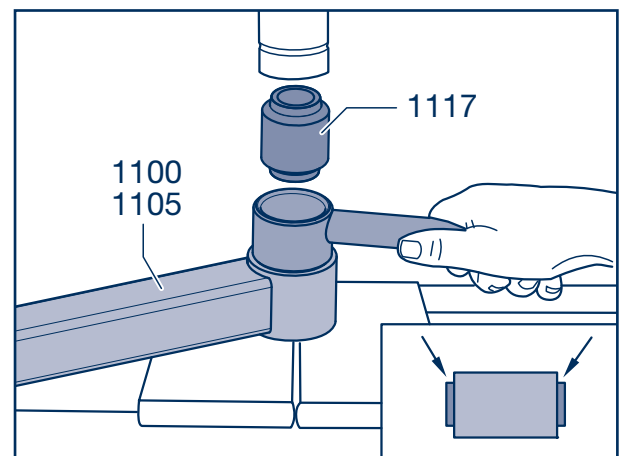
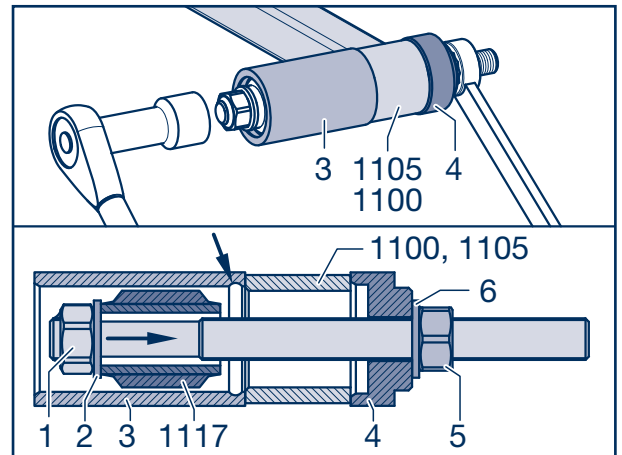

Fig. 11
Fig. 13
- [25] Buchse (1117) mit passender Druckhülse so weit eindrücken, das nach dem Eindrücken auf beiden Seiten ein gleicher Überstand vorhanden ist (Fig. 11/Pfeile).
- [25] Press in bush (1117) with appropriate pressure sleeve until the projecting end is the same on both sides (Fig. 11/arrows).
- [25] Enfoncer la douille (1117) avec un manchon de pression approprié suffisamment loin pour obtenir des saillies égales sur les deux côtés après l'enfoncement (fig. 11/flèche).
- [26] When exchanging the bushes (1117) with a drawing tool (BPW No. 14.825.11744), insert the screw (1) with washer (2) into the rubber-steel-bush.
- [27] Position tube (3) and thrust piece (4). Fit nut (5) with spring washer (6).
- [26] En cas de remplacement de la douille (1117) avec un dispositif d'extraction et d'enfoncement, (no BPW 14.825.11744), insérer la vis (1) avec la rondelle (2) dans le Silent bloc.
- [27] Mettre le tube (3) et la butée (4). Visser l'écrou (5) avec rondelle de ressort (6).
- [29] Neue Gummi-Stahl-Buchse (1117) außen mit Seifenwasser einstreichen und in das Rohr (3) einschieben.
- [30] Rohr so ansetzen, dass die innere Ringnut (Pfeil) an der angefasten Seite des Federauges (Fig. 13/3) anliegt.
- [31] Schraube (1) mit Scheibe (2) einschieben.
- [32] Druckstück (4) ansetzen, Mutter (5) mit Federscheibe (6) aufschrauben und Gummi-Stahl-Buchse (1117) in die Verbindungsstange (1100, 1105) einziehen.
Es muss auf beiden Seiten ein gleicher Überstand vorhanden sein (Fig. 11/Pfeile).
- [29] Coat new bonded rubber bush (1117) on the outside with soapy water and insert into the tube (3).
- [30] Position tube so that the inner annular groove (arrow) is resting on the chamfered side of the spring eye (Fig. 13/3).
- [31] Push in bolt (1) with washer (2).
- [32] Fit thrust piece (4), fit nut (5) with spring washer (6) and draw bonded rubber bush (1117) into the connecting rod (1100, 1105).
The projection on both sides must be the same (Fig. 11/arrows).
- [29] Enduire l'extérieur du Silent bloc neuf (1117) d'eau savonneuse et le faire entrer dans le tube (3).
- [30] Placer le tube de manière à ce que le manchon intérieur (flèche) soit en contact avec le côté biseauté de l'oeil du ressort (fig. 13/3).
- [31] Introduire la vis (1) avec rondelle (2).
- [32] Mettre la butée (4), serrer l'écrou (5) avec rondelle de ressort (6) et faire entrer le Silent bloc (1117) dans le barre de raccordement (1100, 1105).
Le dépassement doit être le même sur les deux côtés (fig. 11/flèches).